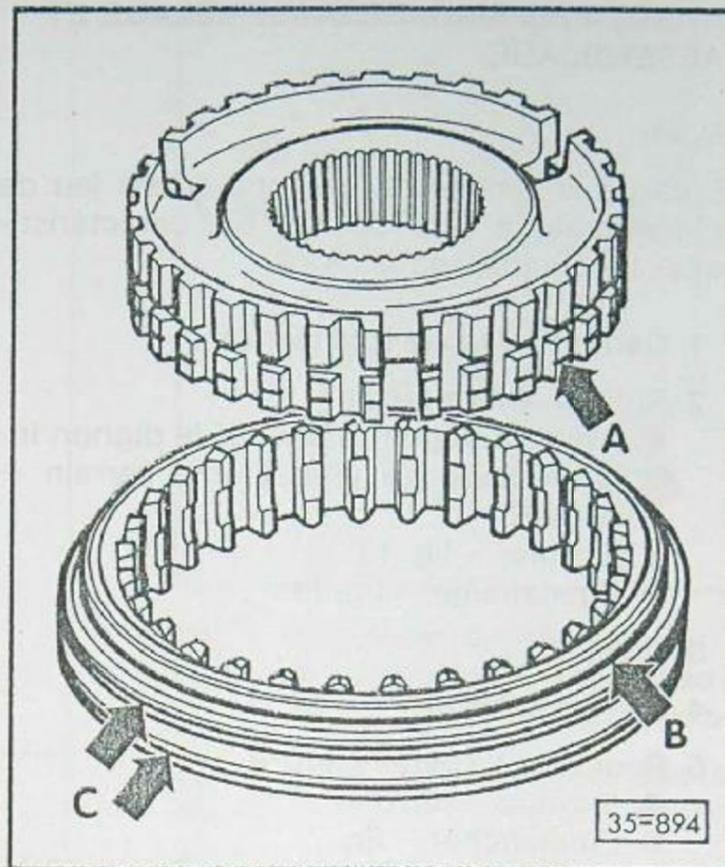

Fig. 3 Baladeur et synchroniseur 3e et 4e: assemblage
- Assembler – fig. 3 et 4
Position de montage: la rainure de marquage sur le baladeur (fig. 3, flèche B) est dirigée vers le pignon baladeur de 4e.